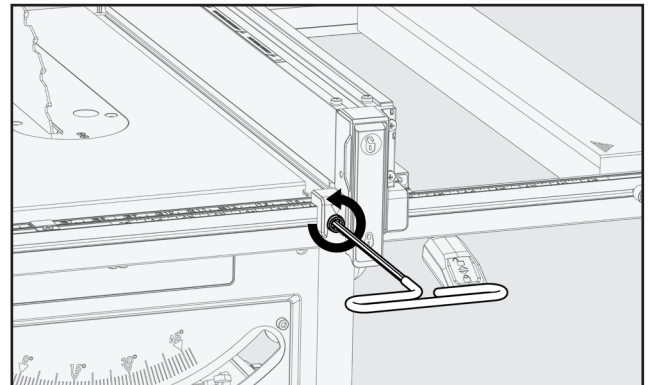

Figura 36
4. Utilizando la llave Allen de 4mm suministrada, afloje las lengüetas de extensión delantera y trasera con un movimiento en sentido contrario a las agujas del reloj. Véase la Figura 36.